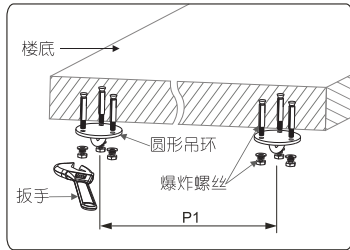

图 1
1. 根据银幕左右两挂环之间的距离P1，将圆形吊环（非配件）固定安装在楼底上（如图1）。能承受 200Kg 的承受力，以免造成银幕脱落。